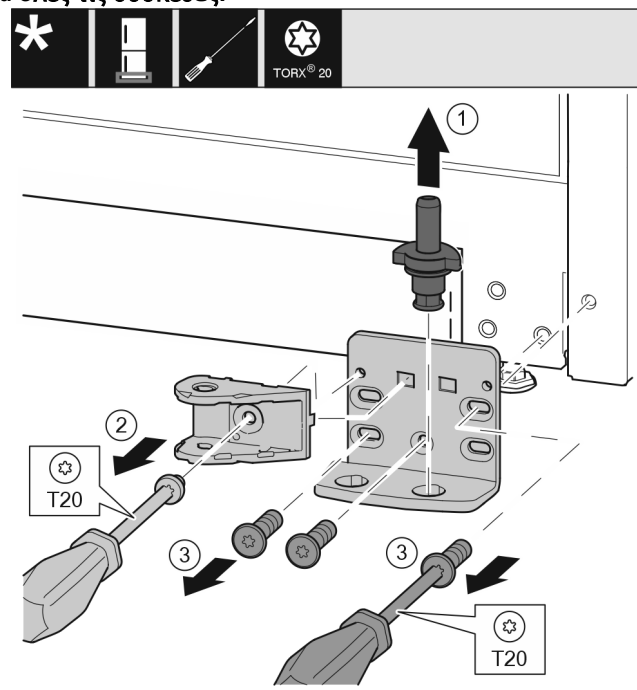

Fig. 34 \*
- ▶ Τραβήξτε έξω ολόκληρο τον πείρο προς τα επάνω. Fig. 34 (1)\*
- ▶ Ξεβιδώστε τη βίδα με κατασβίδι T20 και αφαιρέστε τη σύνδεση του αποσβεστήρα κλεισίματος. Fig. 34 (2)
- ▶ Ξεβιδώστε τις βίδες με κατασβίδι T20 και αφαιρέστε το στήριγμα. Fig. 34 (3)\*